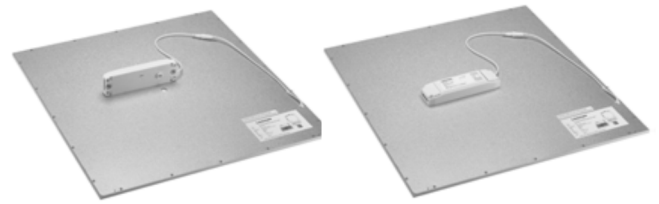

Abb. 3: Einsetzen des Treibers auf der Rückseite
6. Setzen Sie den Treiber in die runde Aussparung in der Mitte des Rückwandbleches ein (Abb. 3).